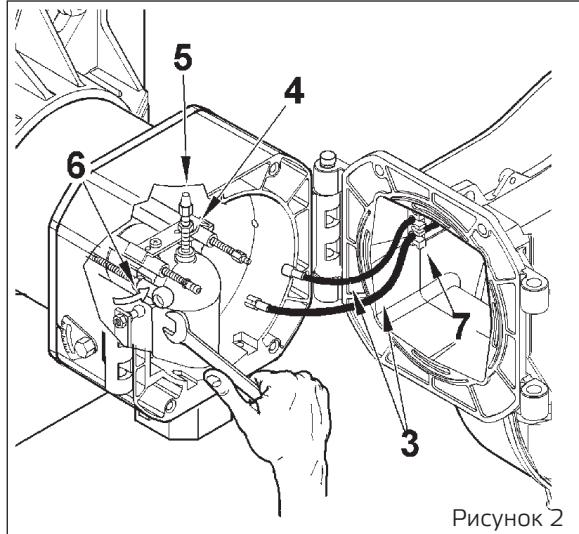

Рисунок 2
- Используя тот же ключ, поверните шаровой шарнир (6) в направлении, указанном стрелкой, и отцепите рычаг продвижения головки горения (смотрите рис. 2).
**В момент закрытия горелки мягко потяните в сторону электрического щита, чтобы электрод розжига и ионизации слегка натянулись. После этого расположите их в соответствующих гнездах (7), смотрите рисунок 2. Это позволит предотвратить поломку электродов крыльчаткой во время работы горелки.**